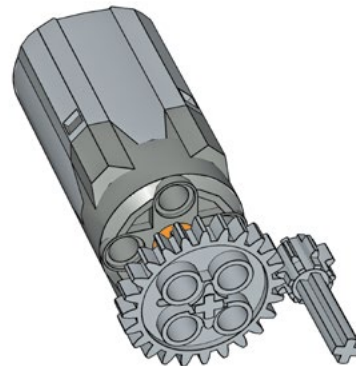

Abbildung 6-2: Übersetzung
- * Wird ein kleines Zahnrad durch ein großes angetrieben, erhöht sich die Drehzahl, während das Drehmoment sinkt. Dies wird Übersetzung genannt (siehe Abbildung 6-2).